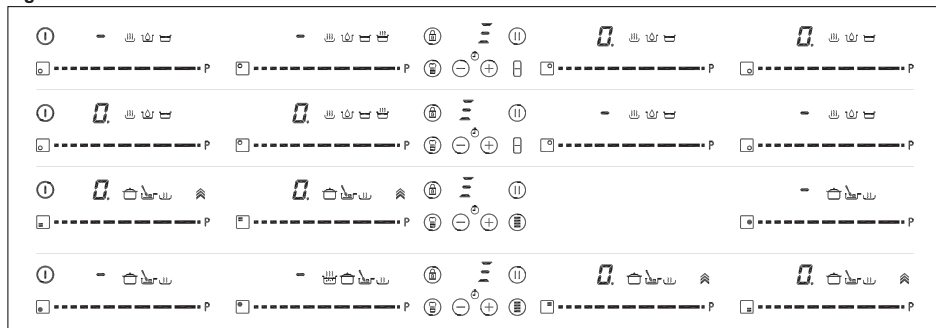

Fig. 4
Apoi, apăsați pe senzorul CHEF (BUCĂTAR) (16) (16), până când ledurile (21) de pe pictogramă (15) se aprind. Prin această acțiune, indicatoarele de putere (3) vor arăta trei segmente (vedeți fig. 4) care indică faptul că acum puteți așeza vasul.